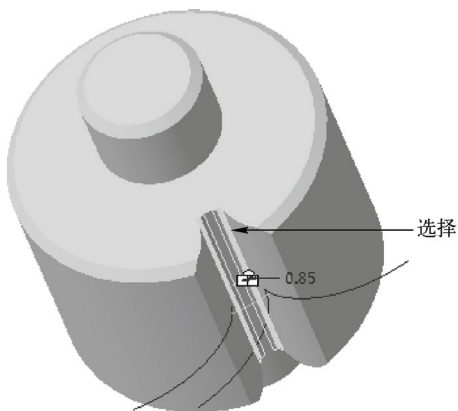

图 15-41 选择倒圆角的边线
STEP 13 在功能区选项板的“模型”选项卡中, 单击“工程”面板中的“倒圆角”按钮, 打开“倒圆角”选项卡, 按住〈Ctrl〉键的同时, 在绘图区中选择要进行倒圆角的边线, 如图 15-41 所示。